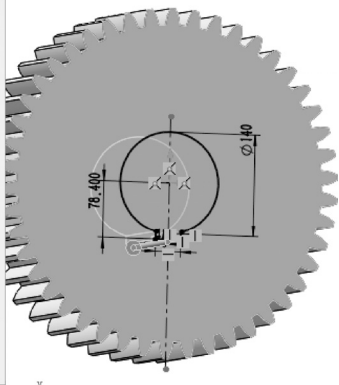
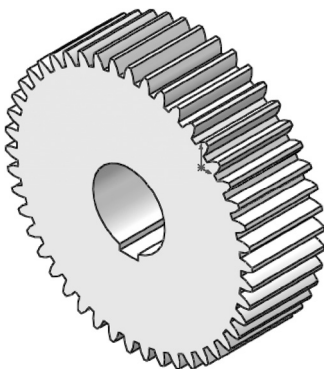

图 8-41 “切除-拉伸”属性管理器
图 8-42 轴孔、键槽的绘制
**03** 拉伸切除实体。选择菜单栏中的“插入”→“切除”→“拉伸”命令，或单击“特征”控制面板中的“拉伸切除”按钮，弹出“切除-拉伸”属性管理器；设置切除终止条件为“完全贯穿”，如图 8-41 所示，然后单击“确定”按钮，得到的圆柱齿轮如图 8-42 所示。
**01** 设置基准面。选择图 8-42 中的圆柱齿轮端面，然后单击“前导视图”工具栏中的“正视于”按钮，将该基准面转为正视方向。